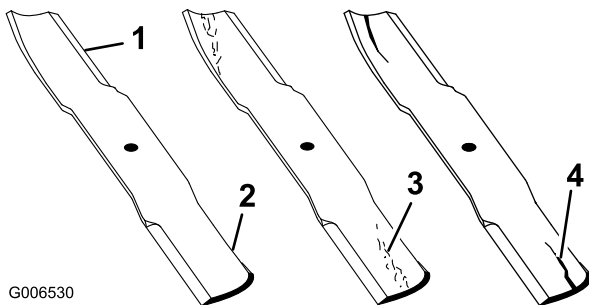

Figura 47
1. Inspeccione as extremidades de corte (Figura 47). Se as extremidades não estiverem afiadas ou estiverem amolgadas, retire e afie as lâminas. Consulte Afição das lâminas (página 38).
2. Inspeccione as lâminas, especialmente a área curva ((Figura 47). Se verificar quaisquer rachas, desgaste ou
a formação de ranhuras nesta área (item 3. na Figura 47), instale imediatamente uma lâmina nova.
lime algum metal apenas da extremidade da área curva (Figura 47). Repita este procedimento até a lâmina estar equilibrada.